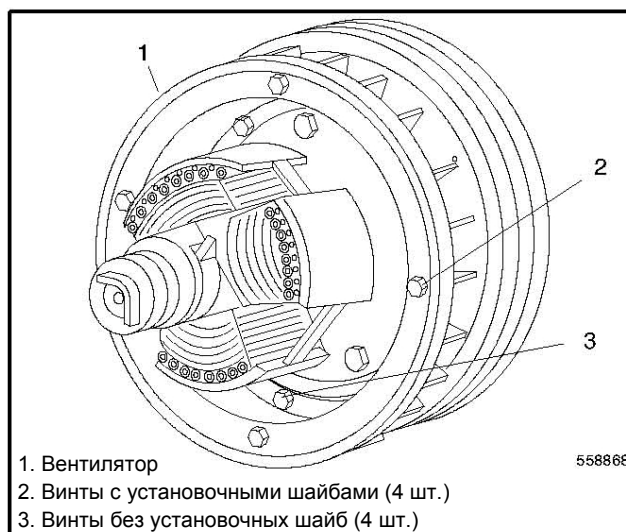

Рисунок 9-9 Снятие вентилятора
29. Снять четыре винта с шайбами и четыре без шайб. См. Рисунок 9-9.
30. Снять вентилятор и прокладки. См. Рисунок 9-9.